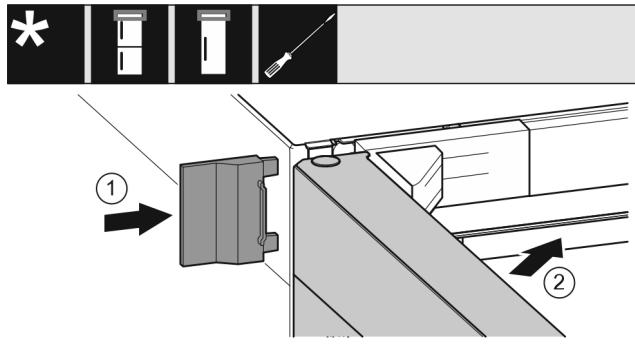

Fig. 25
- Насуньте зовнішню кришку Fig. 25 (1).
► Закріть верхні дверцята Fig. 25 (2).